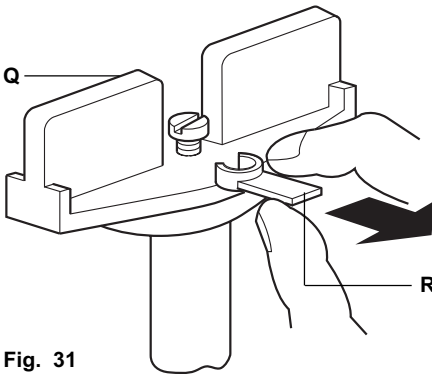
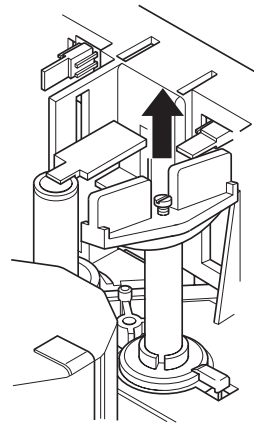

Fig. 31
Fig. 32
Retirar la pieza de bloqueo (R) Fig. 31 y tirar del asa del resorte (Q) hacia arriba y soltar (ver Fig. 32). Guardar la pieza de bloqueo.
4. Girar el asa del resorte **Q** (Fig. 31) para colocar en la posición intermedia de la carrera del actuador.